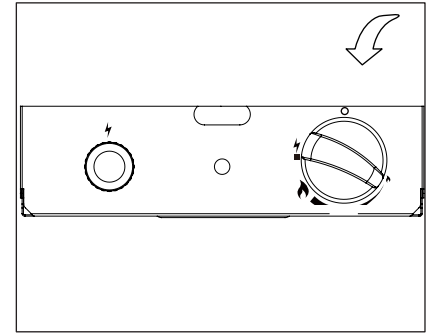

Figure 4
8. Pousser et tourner le bouton de contrôle à la position << FORTE INTENSITÉ >> (🔥), et relâcher le bouton de contrôle. Si vous voulez une température plus basse, pousser sur le bouton de contrôle et tourner en sens inverse de l'horloge à la position << FAIBLE INTENSITÉ >> (🔥) (Figure 4).